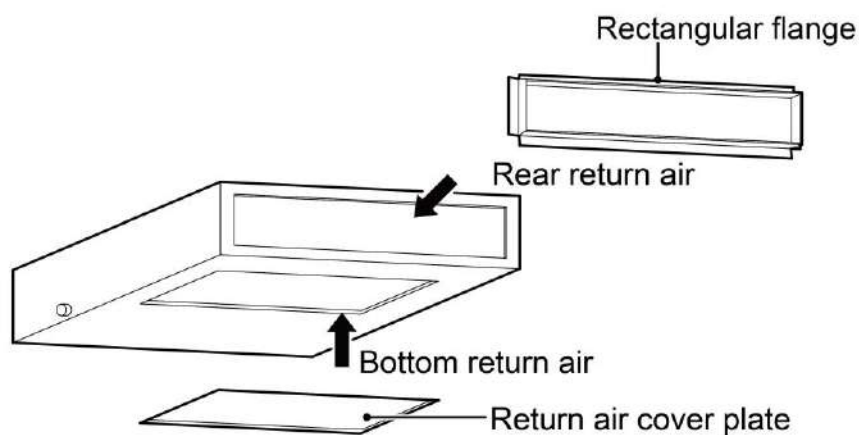

Fig. 4.4.5
- (1) La posizione di installazione predefinita della flangia rettangolare viene predisposta sul retro prima di uscire dalla fabbrica, come illustrato nella Fig. 4.4.5.